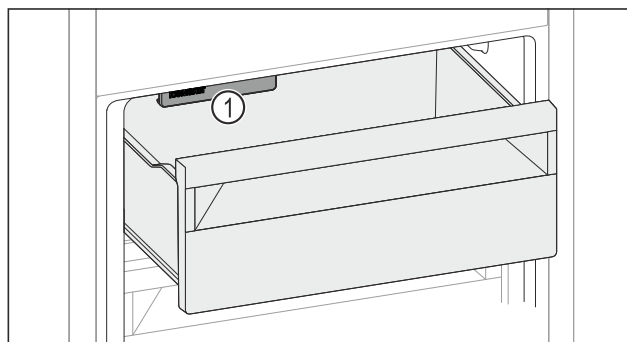

Fig. 158
- ▶ Tenga en cuenta el IceMaker Fig. 158 (1).